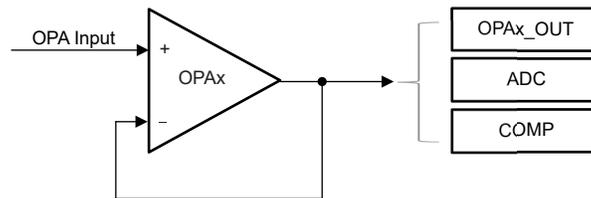

图 3-5. 到 ADC 和比较器的 OPA 连接
1. 将 OPA 路由到 ADC 和 COMP 以放大输入信号 (请参阅图 3-5)。